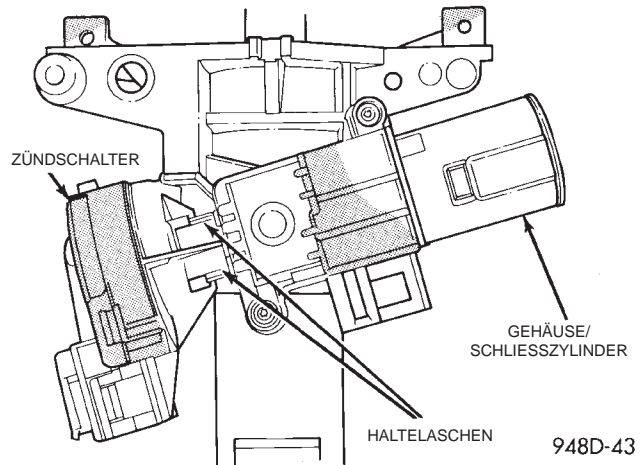

Abb. 53 Zündschalter — Ansicht von unterhalb der Lenksäule
Der Zündschalter ist an dem Ende des Schließzylindergehäuses angebracht, das dem Schließzylinder gegenüberliegt (Abb. 53). Näheres zu den Anschlüssen und Stromkreisen des Zündschalters siehe Kapitel 8W, "Schaltpläne".
(15) Sperrlaschen niederdrücken (Abb. 53) und Zündschalter aus der Lenksäule ziehen.